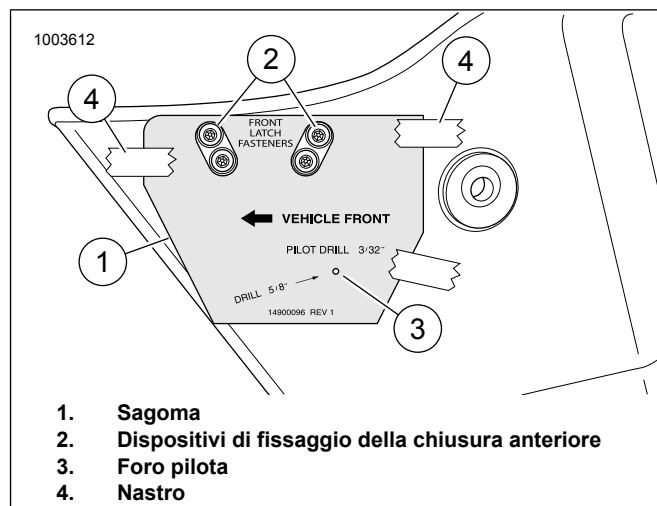

Figura 18. Sagoma e borsa
4. Vedere la figura 18. Collocare la sagoma (1) sulla parte esterna anteriore della borsa. I fori ovali della sagoma combaciano con i dispositivi di fissaggio della chiusura anteriore (2). Fissare la sagoma con un nastro (4).
5. Eseguire un foro pilota da 1/8 in (3).